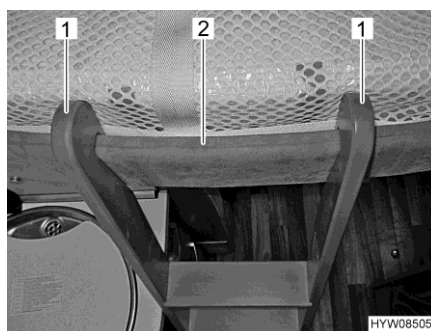

Fig. 73 Scaletta di accesso (agganciata)
- Agganciare la scaletta di accesso con le due staffe (Fig. 73,1) nella barra di presa (Fig. 73,2) al letto basculante.
- Staccare la scaletta di accesso dalla barra di presa (Fig. 73,2) nel letto basculante.